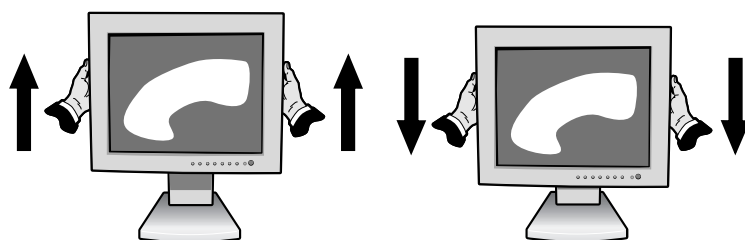

Figura RL.1
Para subir o bajar la pantalla, coloque una mano a cada lado del monitor y súbala o bájala hasta conseguir la posición deseada (**Figura RL.1**).
Para subir la pantalla, coloque una mano a cada lado del monitor y súbala hasta la máxima posición (**Figura RL.1**).
2. Coloque una mano a cada lado del monitor y levántelo hasta alcanzar la posición más alta (**Figura RL.1**).